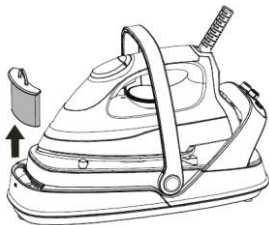

Fig. 7
2. Retirez le filtre anti-tartre **3** en le tirant vers le haut (Fig. 7).